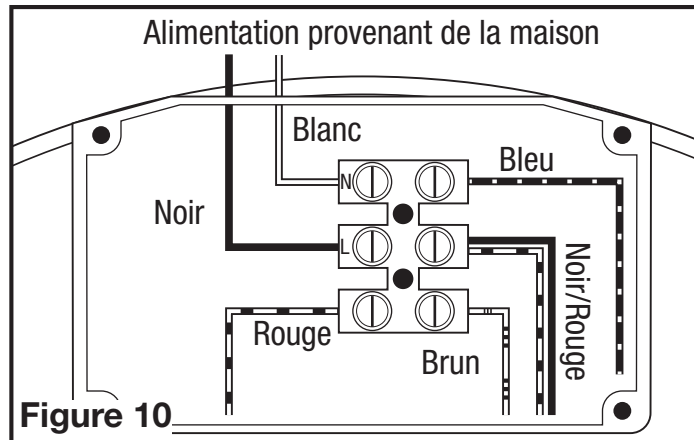

Figure 10
3. Insérez le fil blanc provenant de la maison dans le port de la plaque de connexions étiqueté " N " et serrez à l'aide d'un petit tournevis régulier. Insérez le fil noir à partir du commutateur mural dans le port de la plaque de connexions étiqueté " L " et serrez à l'aide d'un petit tournevis régulier. Etant donné que le moteur est isolé au sein d'un boîtier de plastique, il n'est pas nécessaire de procéder à une mise à la terre (Figure 10).